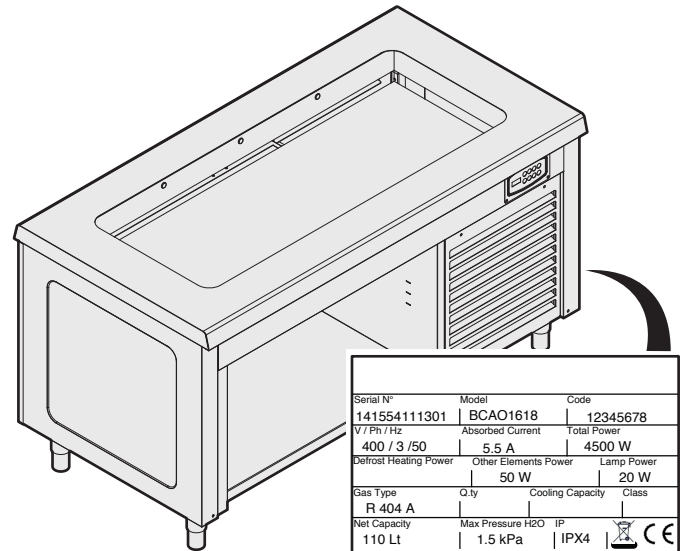

Fig. 1
- relever les données de l'appareil, situées sur la plaque des données (Fig. 1) ;